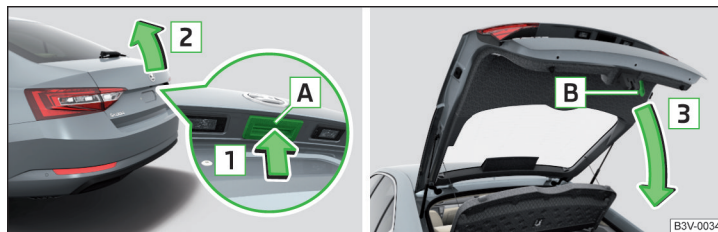

Fig. 40 Abrir/cerrar la tapa del maletero
- Para **abrir** la tecla **A** presionar en el sentido de la flecha **1** » fig. 40.
Se desactiva la tecla  » fig. 40 cuando se arranca y/o a partir de una velocidad de más de 5 km/h. Después de parar y abrir una puerta se volverá a activar la tecla.
- Se desactiva la tecla **A** » fig. 40 de la pág. 60 cuando se arranca y/o a partir de una velocidad de más de 5 km/h. Después de parar y abrir una puerta se volverá a activar la tecla.